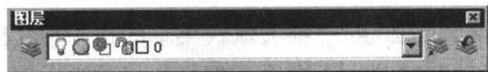

图 1-5 【图层】工具栏
- ❖ **【图层】工具栏：**该工具栏主要用于图层的设置与管理，如图 1-5 所示。